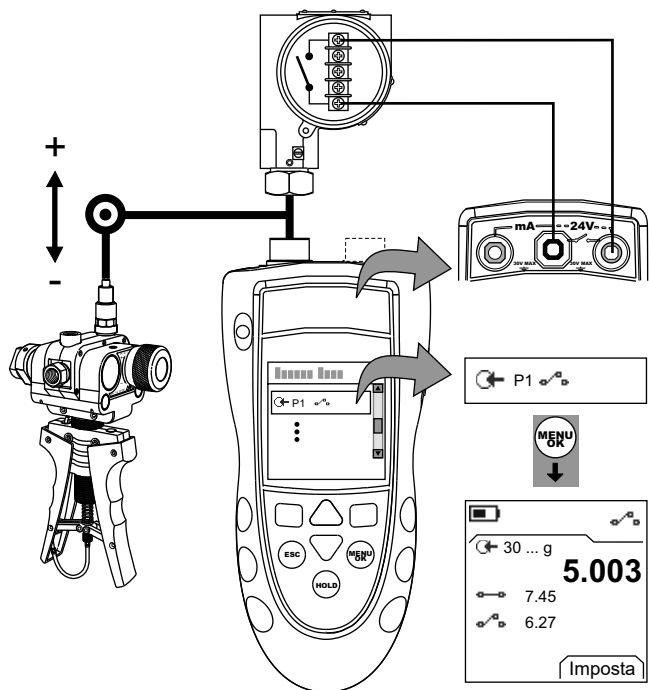

Figura 4: Esempio di configurazione - Test del pressostato
1. Collegare lo strumento (Figura 4) e, se necessario, modificarne il *Setup* (Tabella 1).